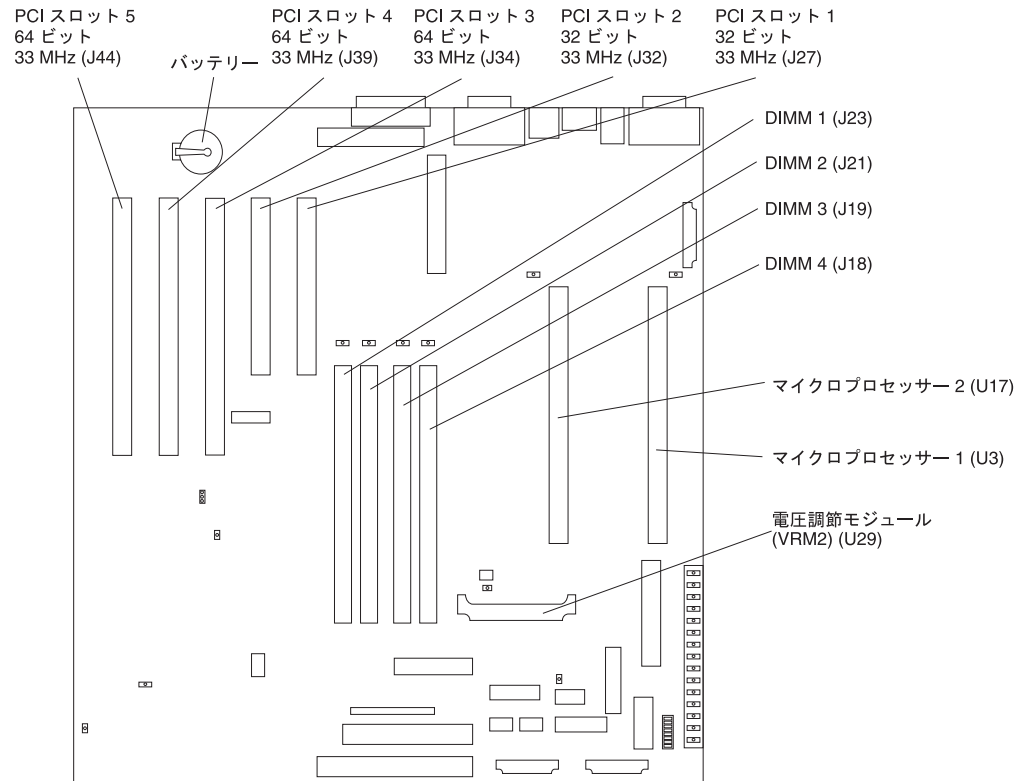

図7. システム・ボード・オプション・コネクタ
**ユーザー・インストール可能オプション:** 図7 は、ユーザー・インストール可能オプション用のシステム・ボード・コネクタを示しています。